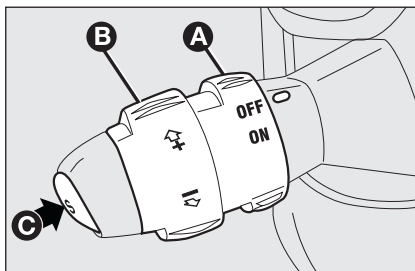

fig. 54
Tourner la bague **A**-fig. 54 en position **ON**.
- tourner la bague **A**-fig. 54 sur **ON** et en écrasant sur la pédale de l'accélérateur, porter la voiture à la vitesse souhaitée;
- appuyer sur le bouton **C-fig. 54**.
- en tournant momentanément la bague **B-fig. 54** sur (+).
- en maintenant la bague **B-fig. 54** tournée sur (-) jusqu'à atteindre la nouvelle vitesse qui restera automatiquement mémorisée.
Tourner la bague **A-fig. 54** sur **OFF** ou la clé de contact sur **STOP**. En outre, le dispositif est automatiquement désenclenché dans les cas suivants:
En cas de mauvais fonctionnement ou en cas d'avarie du dispositif, tourner la bague A-fig. 54 sur OFF et s'adresser au Réseau Après-vente Fiat après avoir contrôlé l'intégrité du fusible de protection.